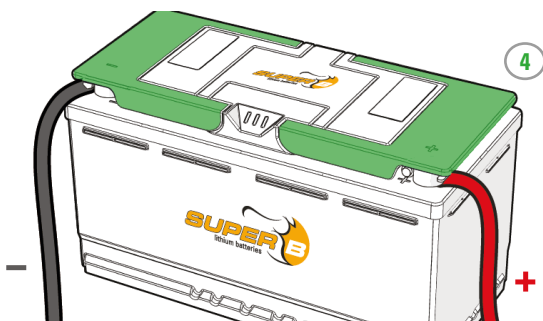

Figura 8. Posizionare i coperchi dei manici sui terminali
4. Posizionare i coperchi dei manici sui terminali. (Figura 8)